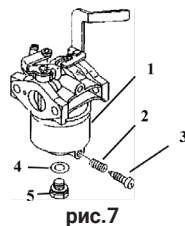

рис.7
1. Консервация бензогенератора проводится во всех случаях, когда предполагается перерыв в использовании от 3-х месяцев и более. Одновременно с консервацией проведите техническое обслуживание, предусмотренное пунктами в разделе 4 данного руководства. 2. Слейте или полностью выработайте имеющееся в баке топливо (слив производится снятием колпачка крана подачи топлива (рис.7 поз.2). 3. Слейте топливо из поплавковой камеры карбюратора, выкрутив пробку (рис.7 поз.3). После слива установите пробку на место и затяните. 4. В модификациях, в которых отсутствует пробка слива, топливо слить, вывинтив болт (рис.7 поз.5) крепления поплавковой камеры. 5. Отсоединив высоковольтный провод, вывинтите свечу зажигания. Залейте в камеру сгорания 2 мл смазочного масла и проверните стартер. Установите свечу зажигания на место и присоедините высоковольтный провод. 6. Залейте 50-100 мл смазочного масла в топливный бак и равномерно распределите его внутри, наклоняя бензогенератор. 7. Рекомендуется нанести на корпусные и несущие детали консервационную смазку. 8. При расконсервации бензогенератора, проведите ТО, предусмотренное пунктами в разделе 4 данного руководства и промойте бензобак чистым бензином АИ-92.